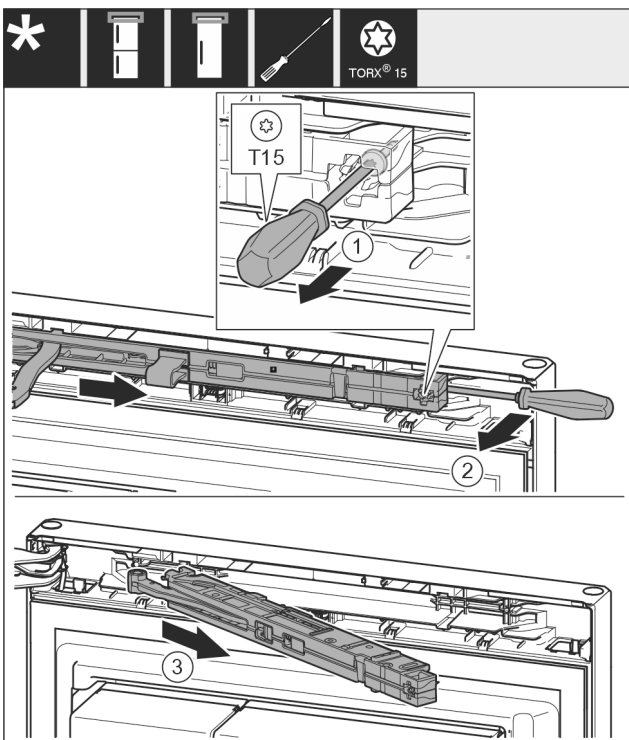

Fig. 11
- Løsne skruen på lukkedemperenheten ca. 14 mm med en T15-skrutrekker. Fig. 11 (1)
- Sett inn en skrutrekker bak lukkedemperenheten på håndtakssiden, og dreii den forover. Fig. 11 (2)
- Trekk ut lukkedemperenheten. Fig. 11 (3)